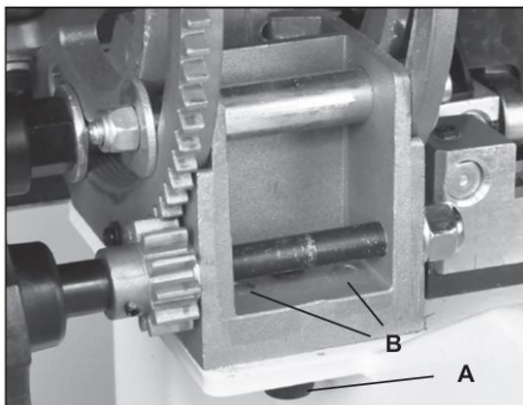

Рис.13
1. На нижней опоре цапфы (#17B) слегка ослабьте два болта с шестигранной головкой (#22B, 25B), которые крепят опору к раме ленточнопильного станка. Рис. 13, A.
3. С помощью шестигранного ключа диаметром 3 мм поверните шестигранные винты с микрорегулировкой нижней цапфы (#23B), чтобы отрегулировать положение стола. Рис. 13, B.